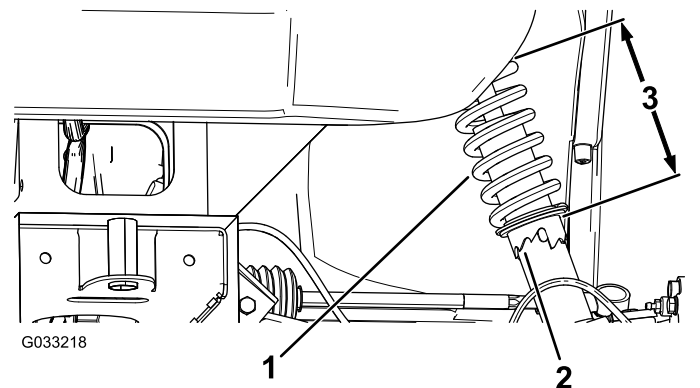

Figura 50
2. Si la caída de la rueda está mal, utilice la llave de gancho para girar el collarín del amortiguador para alinear la rueda (Figura 50).